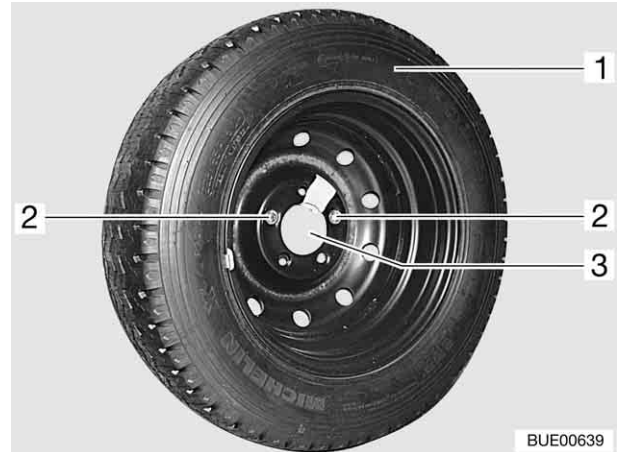

Fig. 199 Roue de secours dans le garage arrière
- Dévisser et retirer les deux vis de fixation (Fig. 199,2) avec les outils de bord.
- Retirer du centrage (Fig. 199,3) la roue de secours (Fig. 199,1).